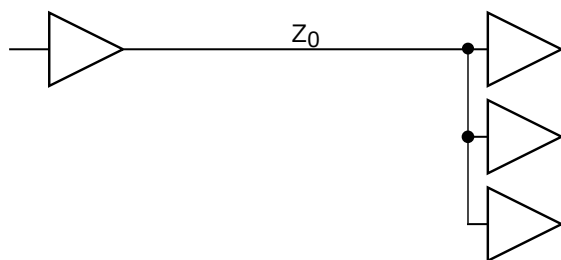

図 4.6 配線のインピーダンス
- ・CMOS ロジック IC の 1 つの出力端子に複数個の CMOS ロジック IC を接続する場合、配線は 1 つにする(図 4.6)。